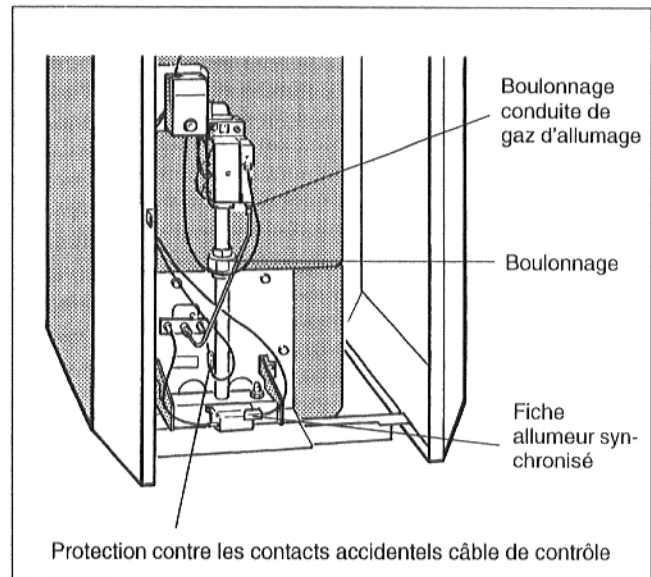

Fig. 39 Brûleur à gaz
- Dévisser la conduite de gaz d'allumage de l'armature (Fig. 39).
- Séparer le brûleur à gaz de l'armature au niveau du boulonnage (Fig. 39).
- Retirer la protection contre les contacts accidentels du câble de contrôle et débrancher la fiche (Fig. 39).
- Débrancher la fiche de l'allumeur synchronisé (Fig. 39).